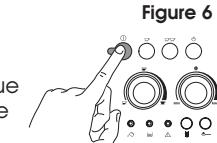

Figure 5
10. Déplacez le mousse-lait vers l'extérieur (Figure 5) et placez une tasse sous le mousse-lait. Allumez l'appareil en appuyant sur le bouton (Figure 6).